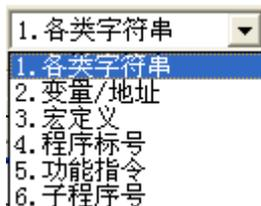

图 4.11 查找类型选择
- 2) 查找参数类型：通过如图 4.11 所示的组合框可以选择查找类型。